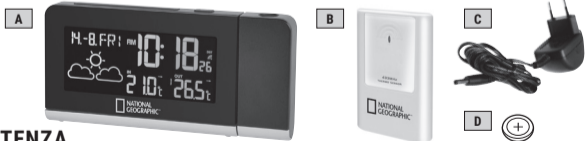

Fig. 2
Appareil de base (Fig. 2)
1. Branchez le connecteur de l'adaptateur secteur (fig. 1, C) dans la prise de connexion (fig. 2, 18).